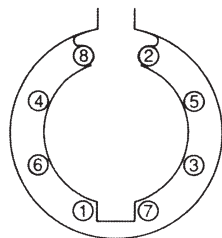

図9
- !** O. 配管ボルトの締め付けは、芯出し後行ってください。対角線上の位置の配管ボルトを交互に均等な力で片寄りのないように締め付ける事を推奨します。配管フランジが本体の金属部と接解するまで締め付けてください。①～⑧は締める順番の例を示しております。(図9)